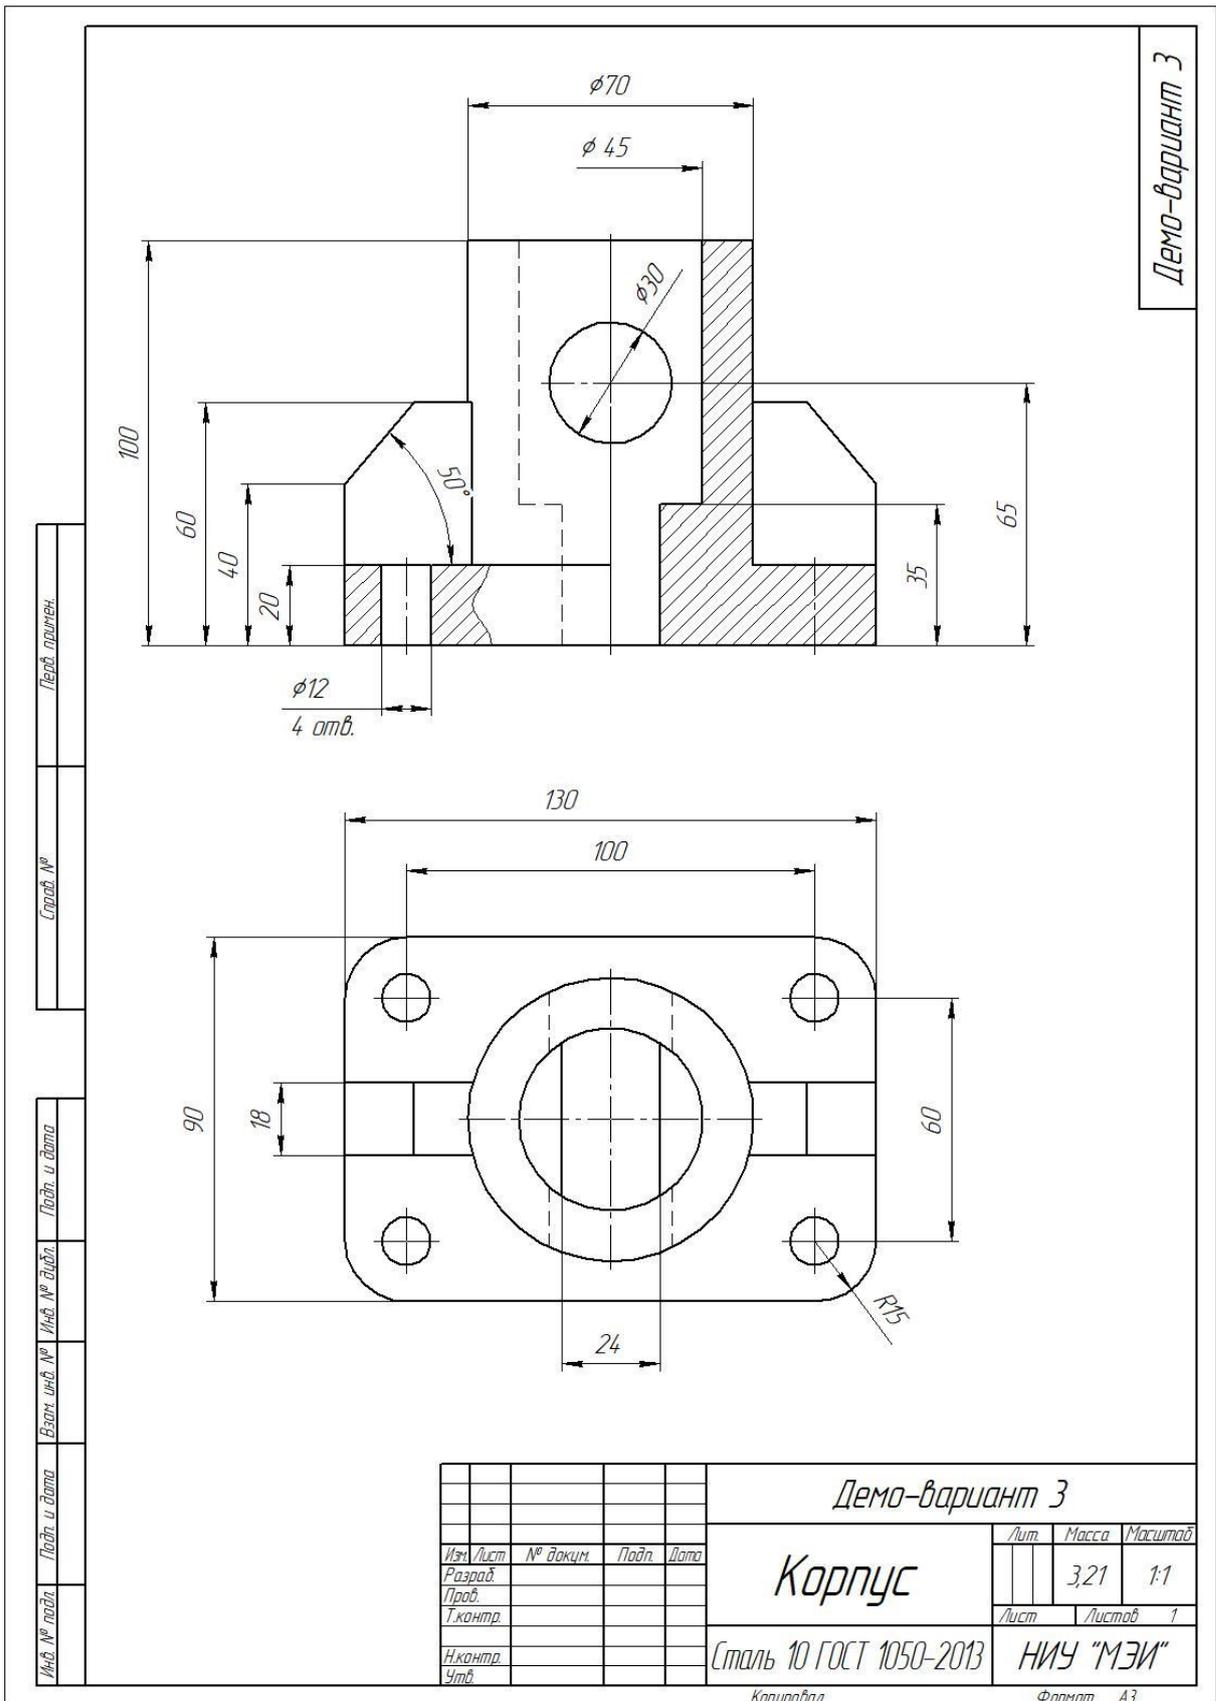

Рис. 127. Чертёж для создания 3D-модели
1. Постройте 3D-модель детали по заданному чертежу (рис. 127). Сохраните полученную модель в формате выбранной САПР: *.m3d для КОМПАС-3D или *.grs, *.grb для T-FLEX CAD.